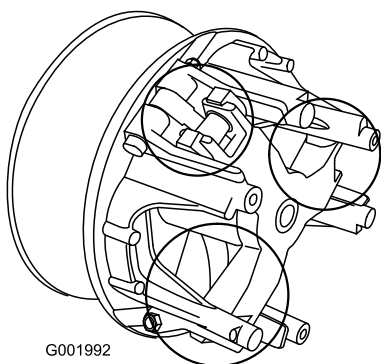

Bild 57
5. Schmieren Sie die beweglichen Teile in den Bereichen, die in Bild 57 eingekreist sind, mit Toro Dry Lubricant Spray ein. Sie erhalten den Spray von Ihrem Toro Vertragshändler oder Distributor.